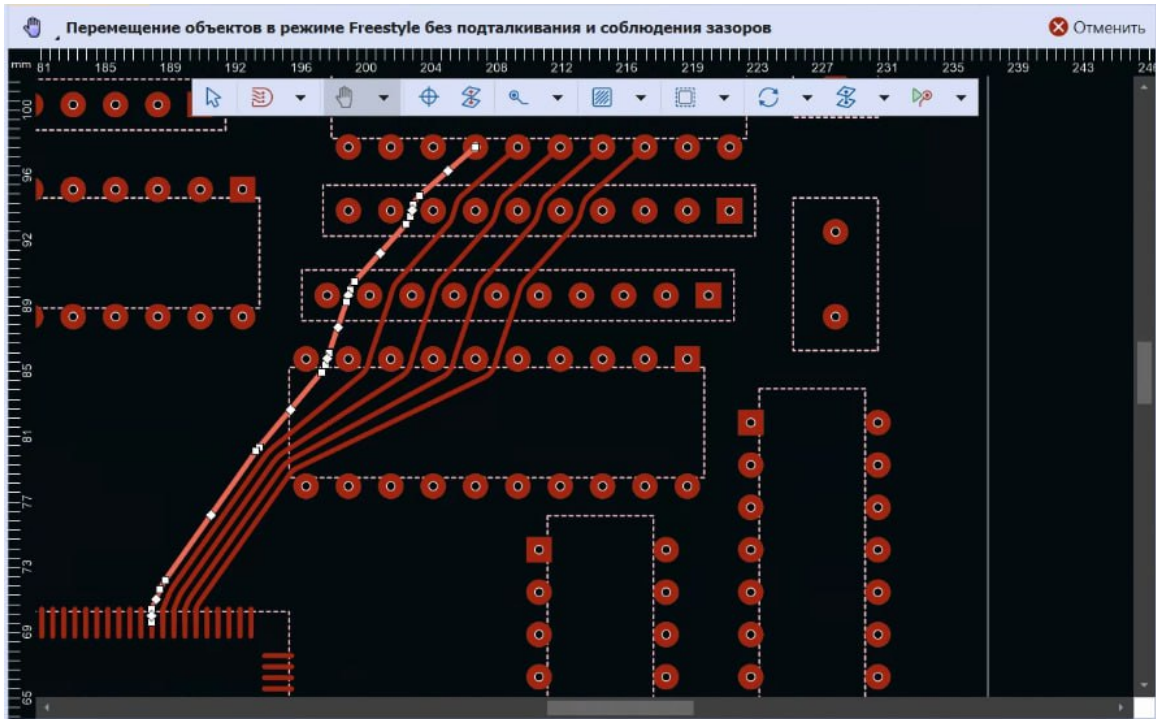

Рис. 361 Выделение проводника в режиме Freestyle
1.1. Выделить проводник, см. Рис. 361.